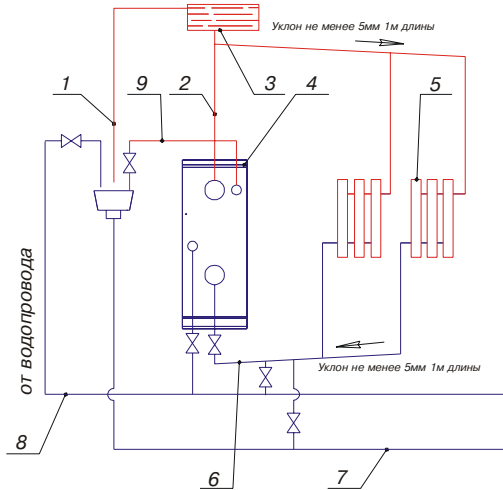
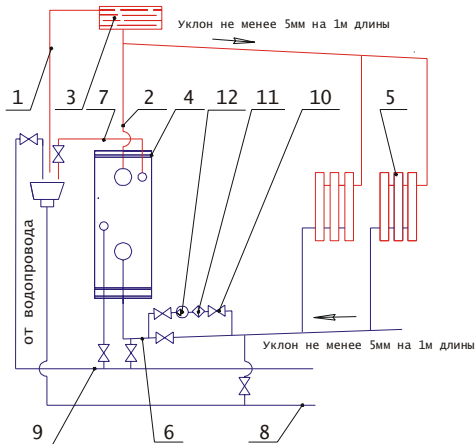
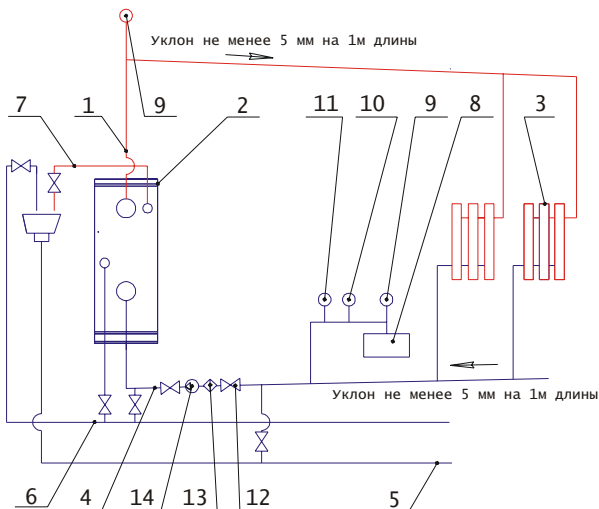

Рис. 5. Примерная открытая схема системы отопления с использованием аппарата на горячее водоснабжение:
Рис. 6. Примерная открытая схема системы отопления с использованием аппарата на горячее водоснабжение с насосом:
Рис. 7. Примерная закрытая схема системы отопления с использованием аппарата на горячее водоснабжение:
При кратковременном расходе горячей воды или расходе до 5,5 л/мин, протекающая через змеевик вода нагревается без нарушения работы отопительной системы (кран трубопровода обратной воды п.6 рис.5 и п.6 рис.6) не перекрывать в отопительный сезон).
-отключить систему отопления, перекрыв трубопровод обратной воды п.6 (рис. 5) п.6 (рис.6);
6.4. Подключить аппарат к системе отопления можно слева и справа, т. к. штуцера расположены на задней стенке. Примерная открытая схема системы отопления изображена на рис.5 и на рис.6 с использованием насоса, примерная закрытая схема системы отопления изображена на рис.7. Для улучшения работы аппарата в закрытой системе необходимо устанавливать циркуляционный насос в систему отопления.
7.1. Для включения аппарата произвести следующие операции: проверить заполнение аппарата и системы отопления водой - это контролируется появлением воды из сигнальной трубы открытой системы (см. рис.5,6), при закрытой системе отопления появлением воды из автоматического клапана выпуска воздуха (рис.7), закрыть кран на водопроводе;